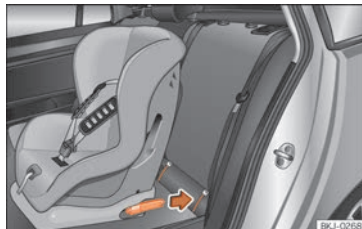

Fig. 36 Bancheta din spate: montarea unui scaun pentru copii cu ajutorul sistemului ISOFIX.
- Apăsăți scaunul pentru copii pe inelele de asigurare ISOFIX sau iSize până când se cu plează sigur, cu un sunet specific »» fig. 36. Dacă scaunul pentru copii este prevăzut cu puncte de ancorare Top Tether, fixați-l pe ine-